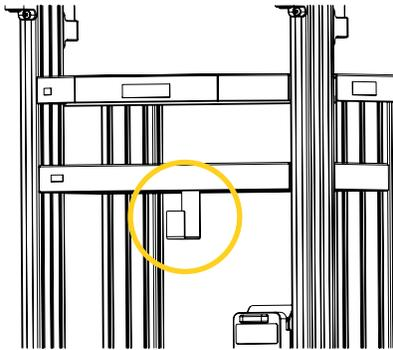

Figure 9 : Crochet de gestion du câble ASC
- Au besoin, débrancher le câble d'alimentation de l'unité ASC et l'enrouler sur le crochet de gestion du câble (Figure 9), situé sur le protecteur ASC/tablette.